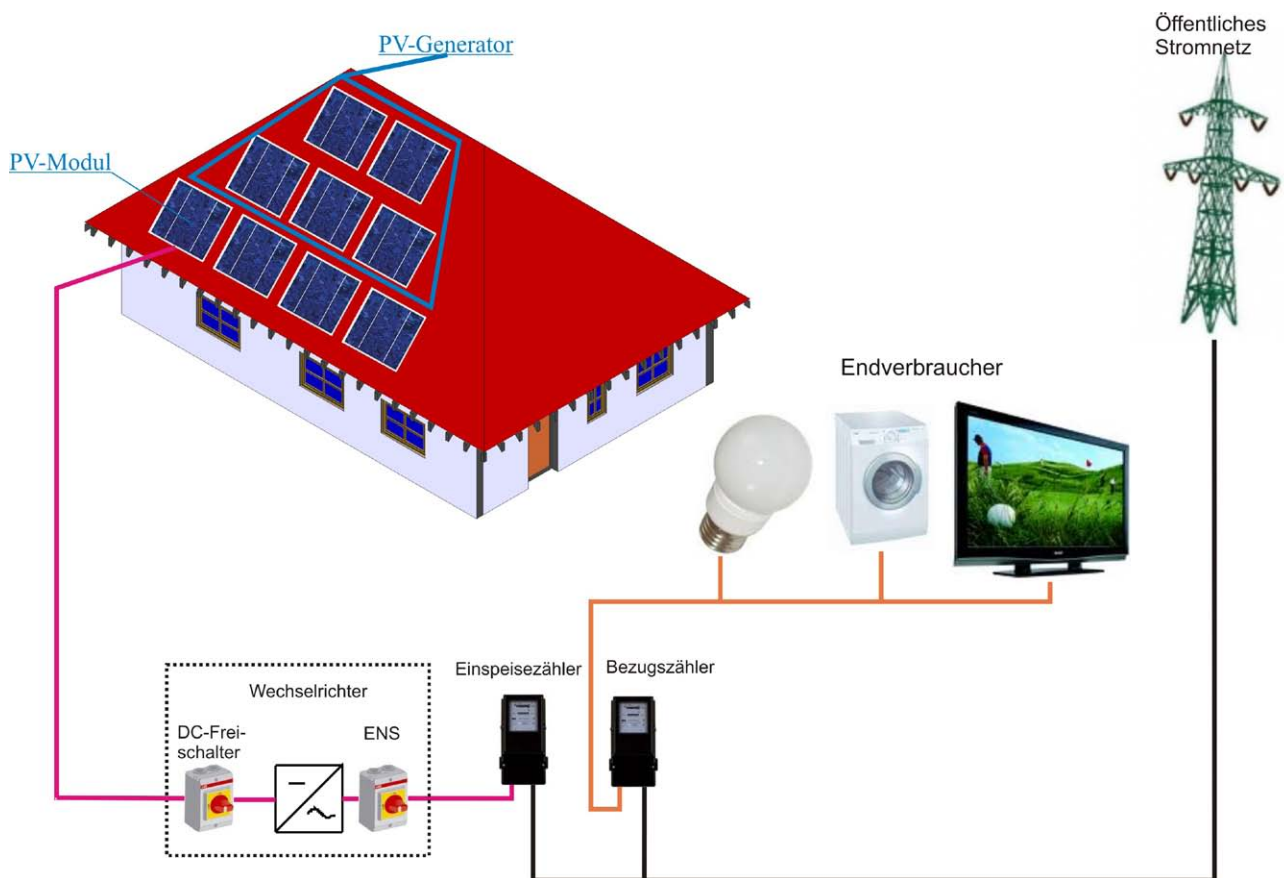

Abbildung 1:      Prinzipieller Aufbau einer Photovoltaikanlage
Eine Photovoltaikanlage besteht aus mehreren Komponenten (Abbildung 1):
- Abbildung 1: Landesfeuerweherschule Baden-Württemberg